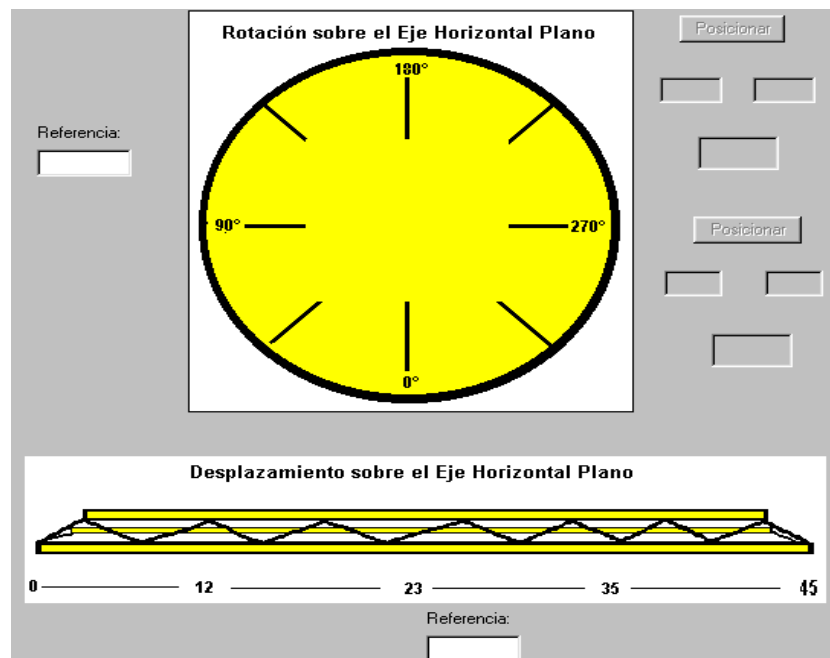

Figura 18. Simulación en tiempo real
- Simular en Tiempo Real, desactiva los botones con etiqueta “*Posicionar*” y los Cuadros de textos, utilizados en Simular en Tiempo No Real. Sin embargo, activa y muestra un cuadro de texto con etiqueta “*Referencia*”, el cual se refiere a la posición en donde queremos que se sitúen el brazo de la grúa y el carro que se desplaza por él. Ver Figura 18.